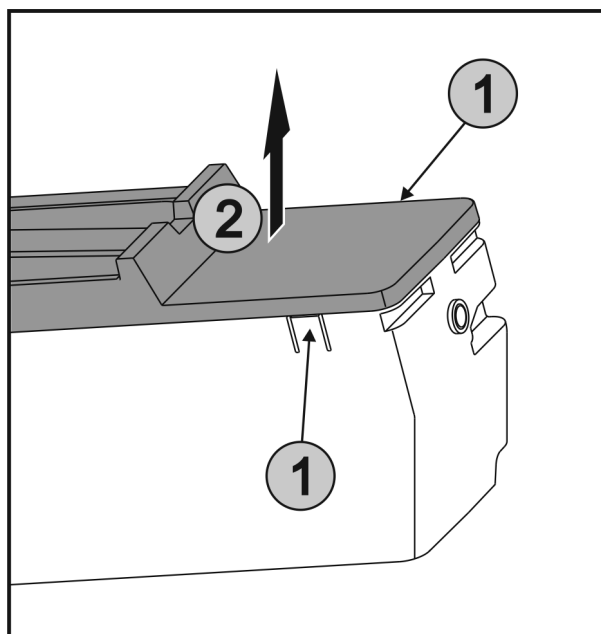

Fig. 48
- ▶ Premere contemporaneamente le linguette Fig. 48 (1) su entrambi i lati di EasyTwist-Ice e rimuovere la copertura sollevandola verso l'alto Fig. 48 (2).